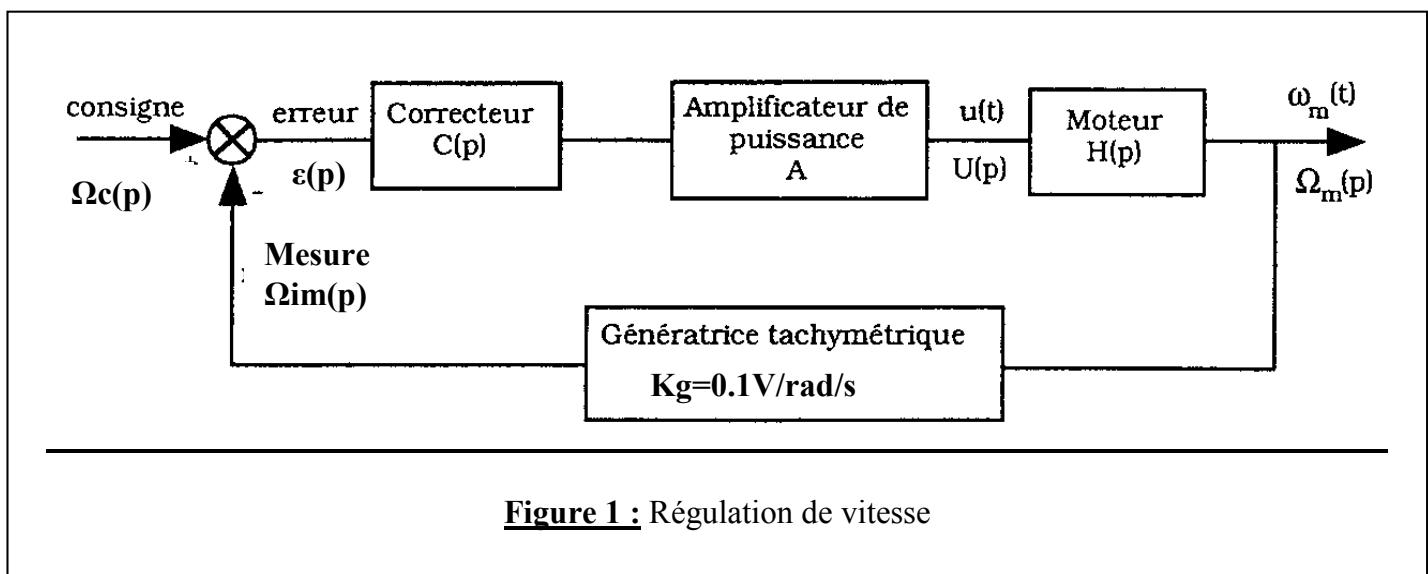

Figure 1 : Régulation de vitesse
La première solution envisagée est de réaliser la régulation de la vitesse comme le montre la figure 1. La génératrice tachymétrique de gain $K_g = 0,1 \text{ V/rad/s}$, délivre une tension proportionnelle à ω_m qui est comparée à la consigne. L'amplificateur de puissance est de gain $A = 5$. La fonction de transfert du correcteur est notée $C(p)$, et celle du moteur $H(p)$.
7. Déterminer la fonction de transfert en boucle fermée, notée $F_1(p)$, du système de la figure 1 en fonction de K . Montrer ainsi que cette fonction de transfert peut-être mise sous la forme
11. A partir du schéma de la figure 1, démontrer que $\varepsilon(p) = \frac{\Omega_c(p)}{1+G_1(p)}$.